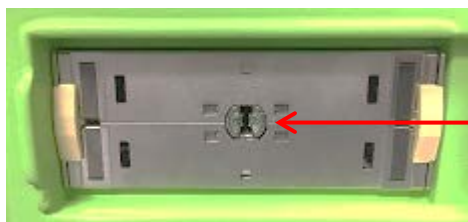

Figura 27. Muesca de bloqueo de la ranura de conexión del transductor
2. Alinee el pasador de bloqueo (véase la Figura 26) del conector del transductor con la muesca de bloqueo de la ranura de conexión para el transductor del sistema ExactVu (véase la Figura 27) de modo que el conector del transductor esté orientado como se indica en la Figura 28.